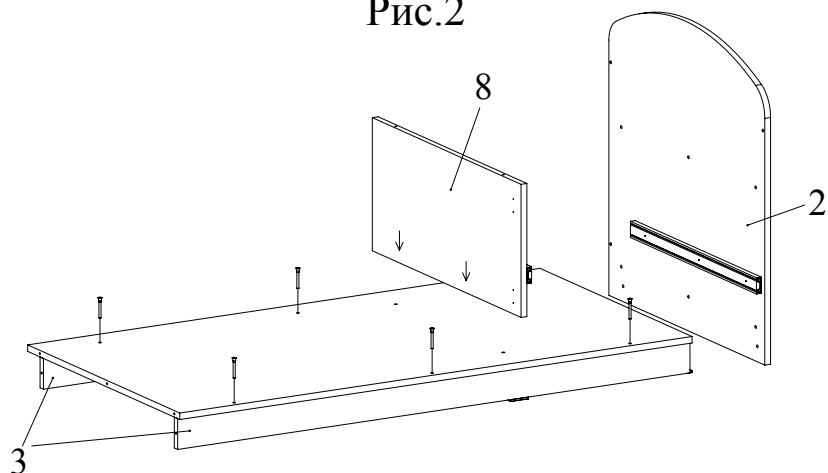

Рис.4
5. Детали 3 и 8 прикрепить конфирматами 7x50 ко дну 6. Установить боковину 2, закрепить конфирматами (Рис.4).